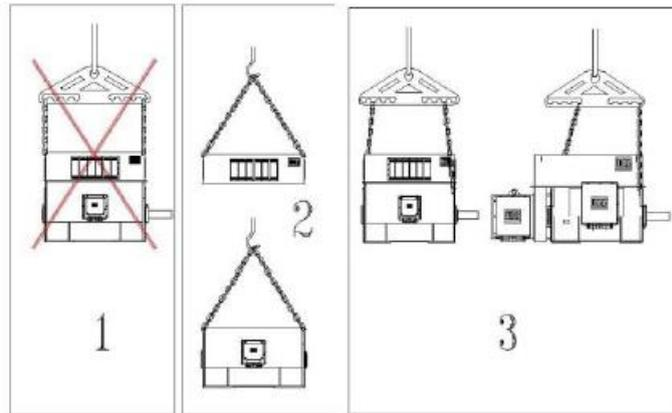

Рис. 3.1 Перемещение электродвигателя
- Электродвигатель следует перемещать в положениях 2 и 3 на Рис. 3.1.
- Если центр тяжести не находится ровно посередине между проушинами, используйте один из методов, показанных в п. 3 на Рис. 3.1.